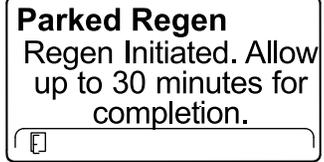

図 64
6. インフォセンターの画面には、終了までの時間を表すメッセージが表示される図 64。